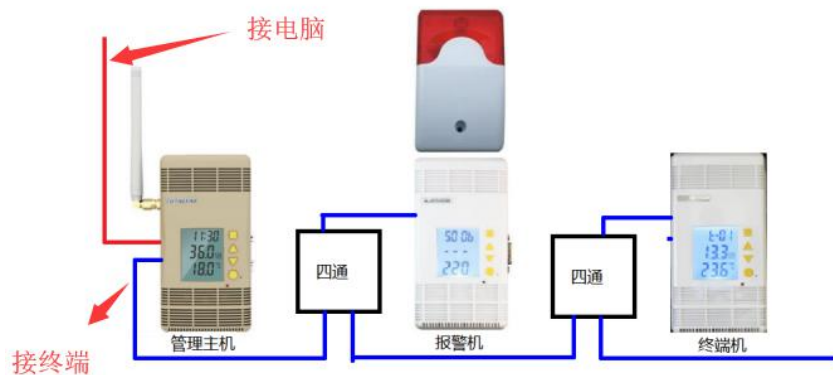

图3.8
④查看线路连接是否正确；管理主机左侧有两个网口，上口接电脑下口接设备，如果接错会无法通讯；连接方式见图3.8